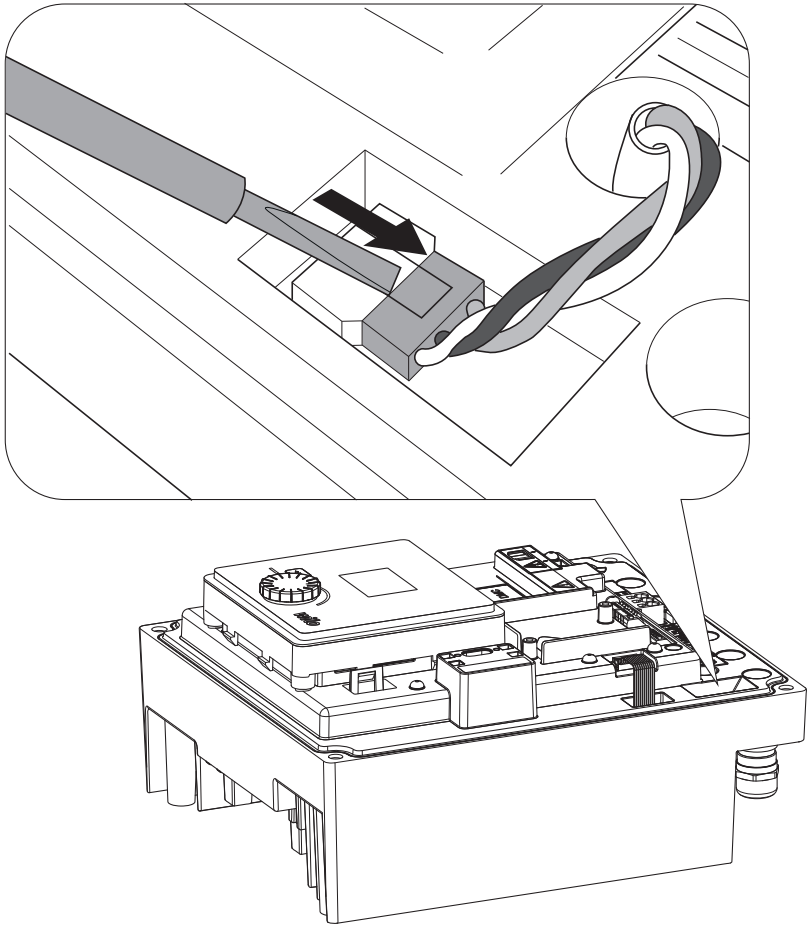

Fig. 46: Anschlusskabel des Modullüfters lösen
- Anschlusskabel des Modüllüfters abziehen. (Fig. 46).